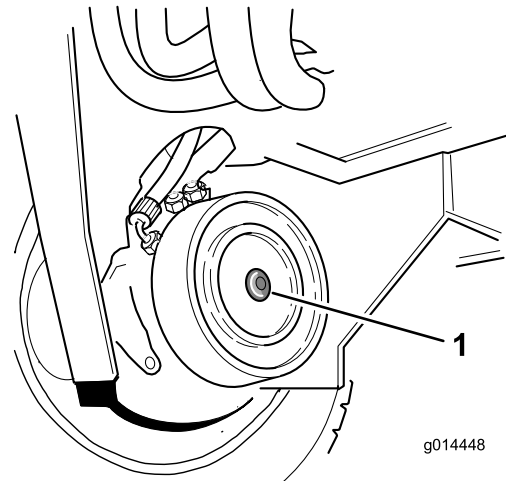

Figure 59
2. Identifiez le frein à disque du moteur de roue avant droite et enlevez le bouchon hexagonal (Figure 59).